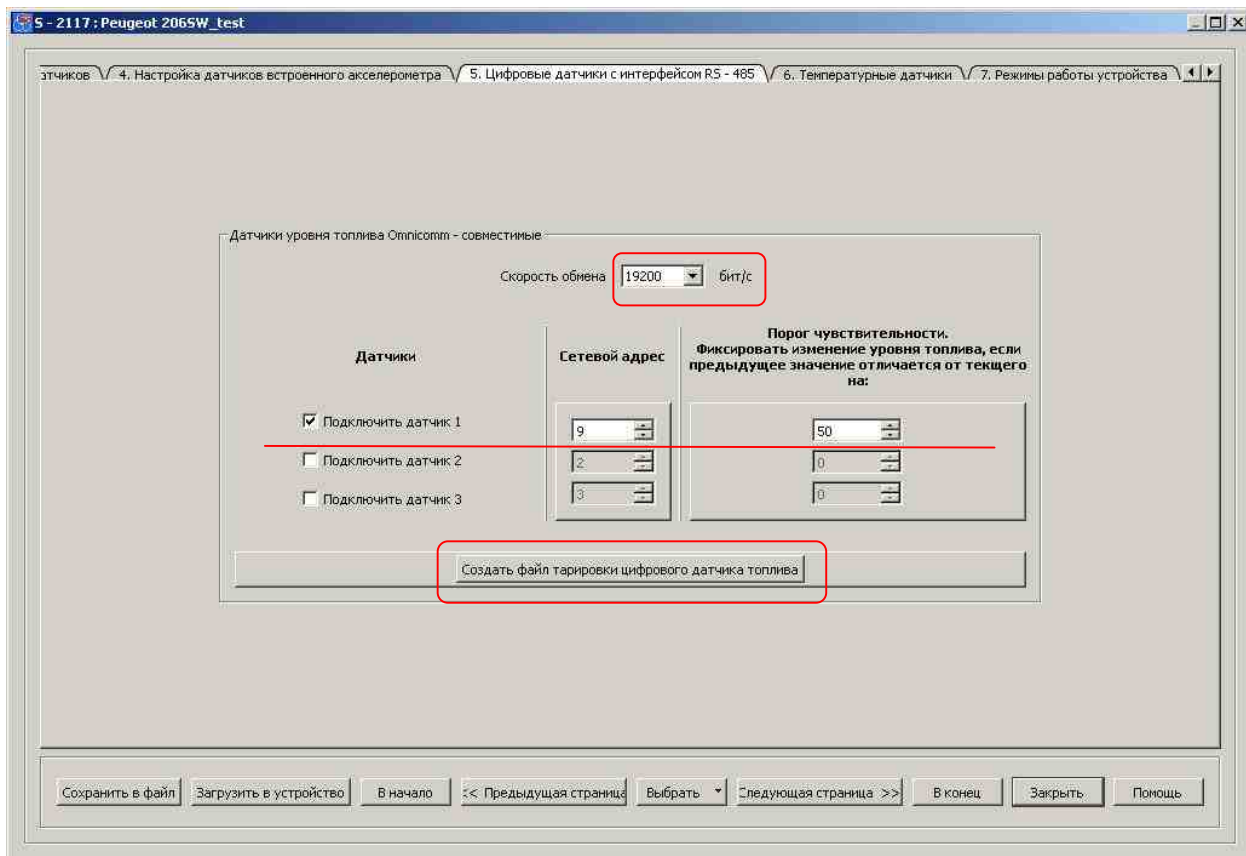

Рисунок 1
- 3.2. Терминал настраивается с помощью сервисной программы NTC Configurator 2.1.15 (Рис.1):